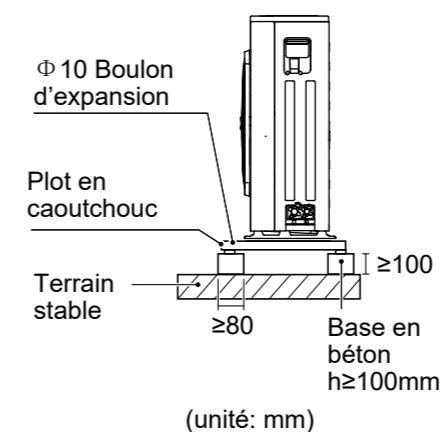

Fig: 6-2
- Si l'eau ne coule pas facilement de l'appareil, montez l'appareil sur une fondation de blocs de béton ou similaire (la hauteur de la fondation doit être d'environ 10 cm (voir Fig. 6-2))